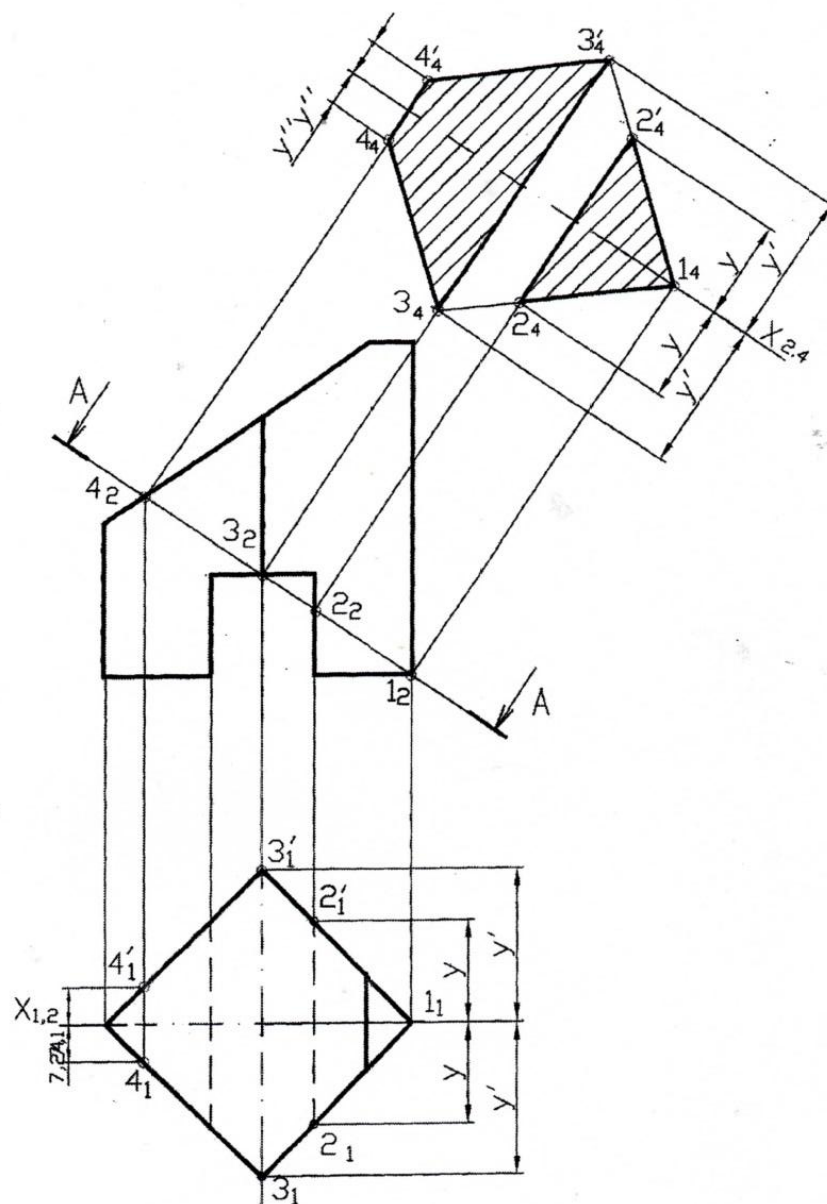

Рис. 8. Пример построения наклонного сечения
**Указания к решению задачи 7.** Наклонное сечение задано фронтально-проецирующей плоскостью. Сечение по построению и расположению должно соответствовать направлению указанному стрелками. Пример построения наклонного сечения приведен на рис. 8.